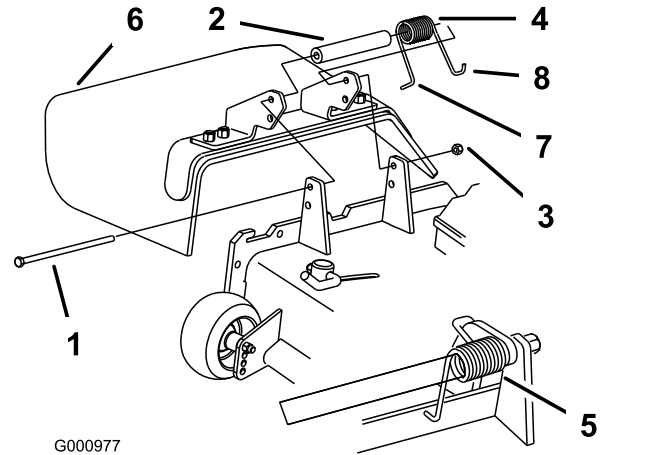

Bild 28
2. Entfernen Sie die Sicherungsmutter, Schraube, Feder und das Distanzstück, mit denen das Ablenkblech an den Drehhalterungen befestigt ist (Bild 28). Entfernen Sie defekte oder abgenutzte Ablenkbleche.
**Hinweis:** Stellen Sie sicher, dass sich das L-Ende der Feder hinter der Mähwerkkannte befindet, bevor Sie die Schraube einsetzen, wie in Bild 28 dargestellt.
4. Setzen Sie die Schraube und Mutter ein. Führen Sie das J-förmige Hakenende der Feder um das Ablenkblech (Bild 28).